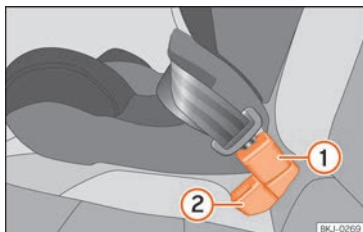

Fig. 30 Posición del cierre del cinturón en el asiento trasero
- Coloque el cierre del cinturón de la plaza central » » » **fig. 30 ①** detrás del cierre del cinturón de la plaza lateral » » » **fig. 30 ②**.
- Enganche la lengüeta del cinturón de seguridad de la plaza central en el cierre del cinturón de la plaza central » » » **fig. 30 ①** hasta oír cómo encaja.
- Para que los cinturones queden correctamente colocados, los cierres no deben retorcerse » » » **fig. 30**.